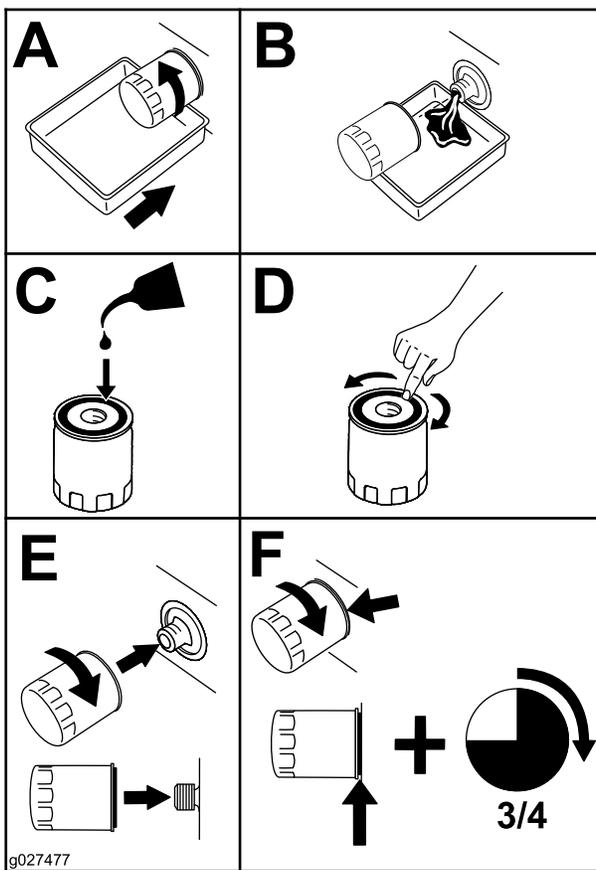

Figura 36
4. Substitua o filtro do óleo (Figura 36).